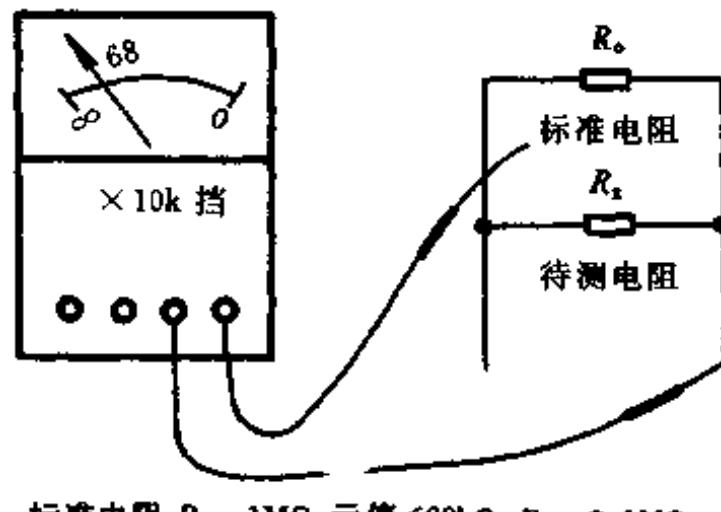

图 19
(2) 用与标准电阻并联后一起测，再计算的方法，如图19所示。设标准电阻阻值为 R_0 ，并联后测得的阻值为 R ，则待测电阻 $R_x = \frac{R R_0}{R_0 - R}$ 。此法 R_0 的选择是关键，太大不易读数，太小则并联后阻值变化不大。经验证明， R_0 应这样选取： R_0 与 R_x 并联后的值 R (即测得值)应在 $(0.8\sim 0.2)R_0$ 之间，这时可算得 $R_x = (4\sim 0.25)R_0$ ，但由于测前不知 R ，故应由以下方法确定。